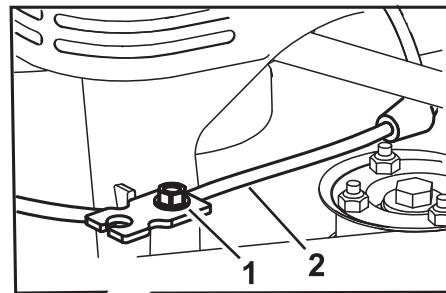

Bild 39
5. Lösen Sie die Schraube an der Seilzugklemme (Bild 39).